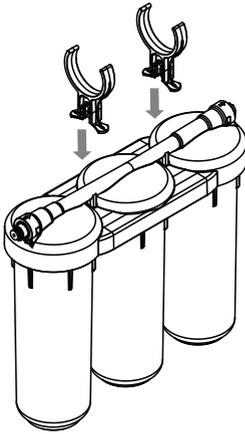

Рис. 7
3. Установите клипсы из комплекта поставки на скобу блока предварительной очистки (рис. 7).